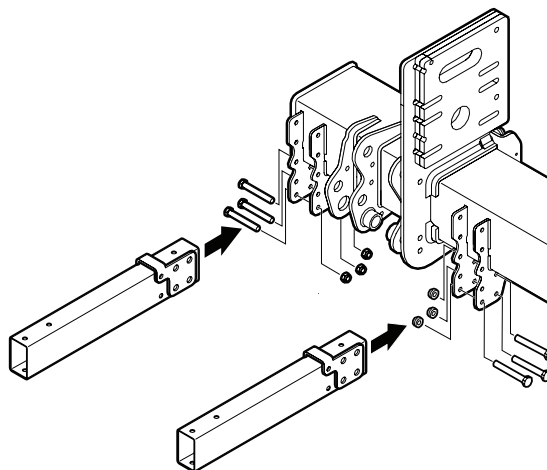

Bild 50. Montering av konsoler på stomme
1. Montera konsolerna på bavgavellyftens stomme med 3 skruvar M12x100 vardera utan att dra åt. Se Bild 50.